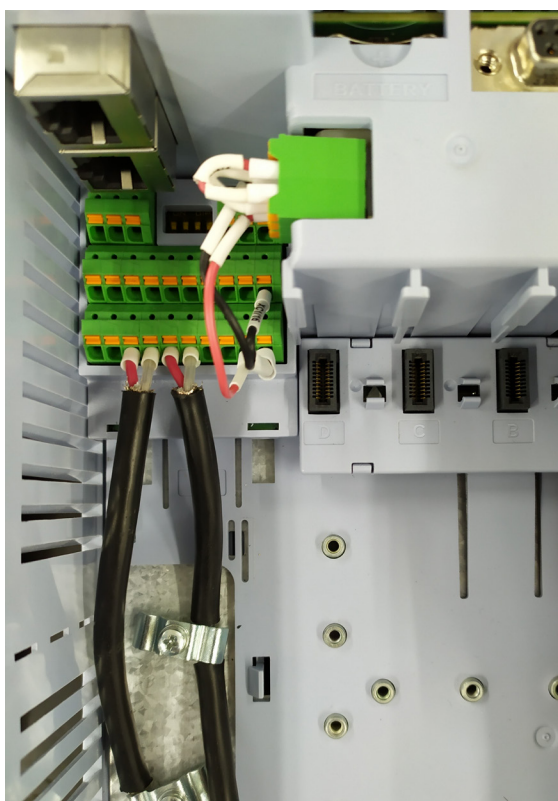

Abbildung 3.35: Anschlussbeispiel für die Steuerkabelschirmung
- Erden Sie die Abschirmung der Kabel korrekt, indem Sie den Schirmanschluss in 360° verwenden, wie in Abbildung 3.35 auf Seite 69 gezeigt.